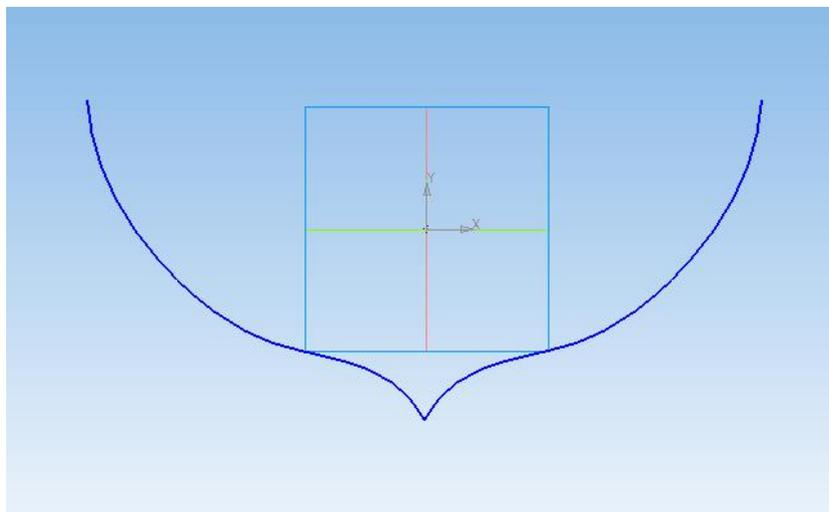
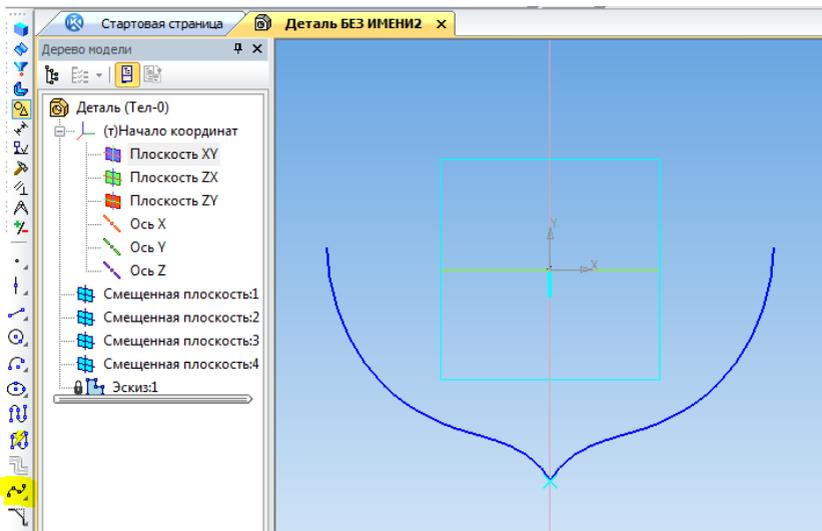
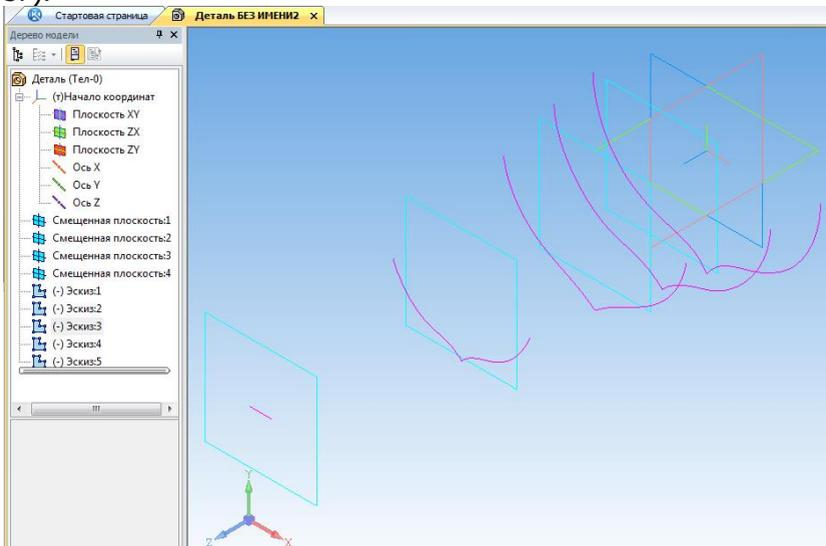

Рис. 33.
Рис. 35.
Рис. 36.
4. Постройте первый эскиз сечения. Выберите в окне Дерево модели плоскость XY для построения первого эскиза. Выполните команду Эскиз . На инструментальной панели Геометрия  выберите команду  Сплайн по точкам. Создайте по образцу (рис. 33) эскиз-сечение Профиль лодки. Выйдите из режима Эскиз, нажав кнопку  (рис. 35).
6. Выбирая по очереди плоскости, рисуйте в каждой из них с помощью команды  Сплайн по точкам сечения лодки (рис. 35). В узле Смещенная плоскость: 4 построим последнее сечение в виде отрезка длиной 10 мм (рис. 36).